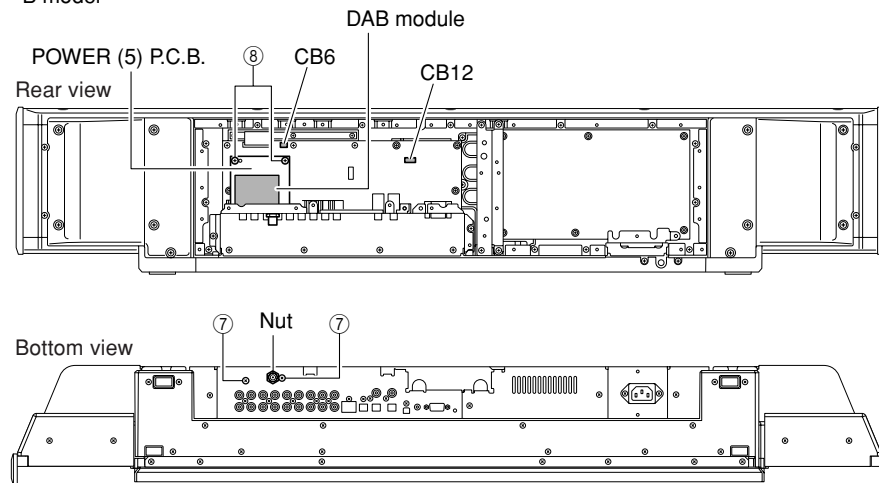
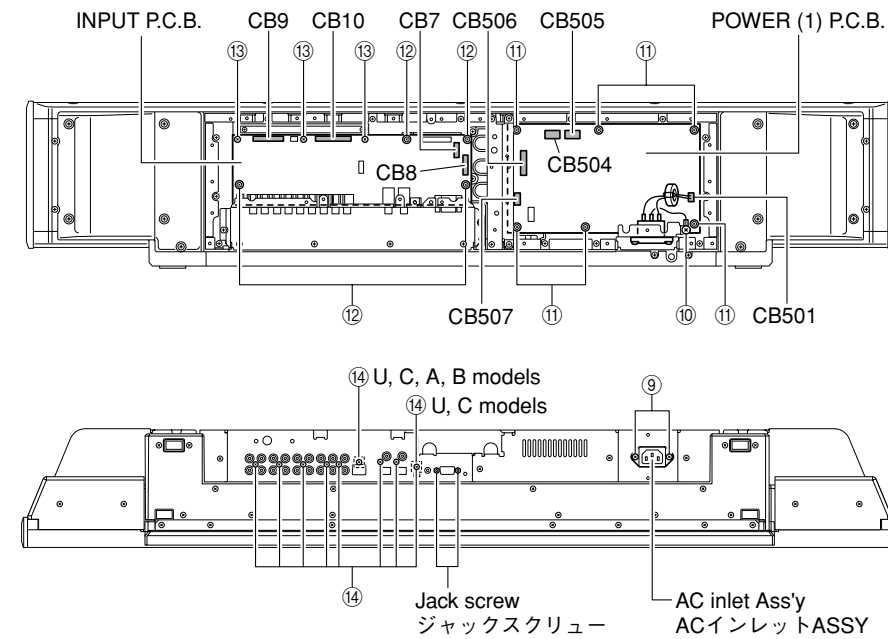

Fig. 4
Fig. 5
- a. Remove 2 screws (⑦). (Fig. 4)
- b. Remove nut. (Fig. 4)
- c. Remove 2 screws (⑧). (Fig. 4)
- d. Remove CB6 and CB12. (Fig. 4)
- e. Remove POWER (5) P.C.B. together with DAB module. (Fig. 4)
5. Removal of POWER (1) P.C.B.
- a. Remove 2 screws (⑨) and screw (⑩). (Fig. 5)
- b. Remove CB501. (Fig. 5)
- c. Remove the AC inlet ass'y. (Fig. 5)
- d. Remove 6 screws (⑪). (Fig. 5)
- e. Remove CB504-507. (Fig. 5)
- f. Remove POWER (1) P.C.B.. (Fig. 5)
- a. ⑨のネジ2本、⑩のネジ1本を外します。(Fig. 5)
- b. CB501を外します。(Fig. 5)
- c. ACインレットASSYを取り外します。(Fig. 5)
- d. ⑪のネジ6本を外します。(Fig. 5)
- e. CB504~507を外します。(Fig. 5)
- f. POWER(1)P.C.B.を取り外します。(Fig. 5)
- a. Remove 4 screws (⑫) and 3 screws (⑬). (Fig. 5)
- b. Remove 9 (U, C models) / 7 (T, K, B, G, E, L, V models) / 8 (A model) screws (⑭). (Fig. 5)
- c. Remove 2 jack screws. (Fig. 5)
- d. Remove CB7-10. (Fig. 5)
- e. Remove the INPUT P.C.B.. (Fig. 5)
- a. ⑫のネジ4本、⑬のネジ3本を外します。(Fig. 5)
- b. ⑭のネジ8本を外します。(Fig. 5)
- c. ジャックスクリュー2本を外します。(Fig. 5)
- b. CB7~10を外します。(Fig. 5)
- e. INPUT P.C.B.を取り外します。(Fig. 5)